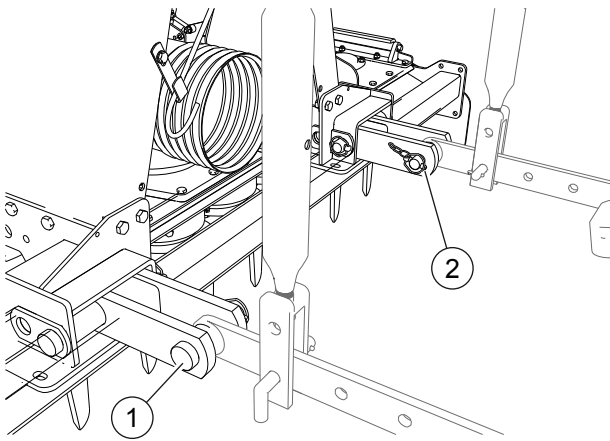
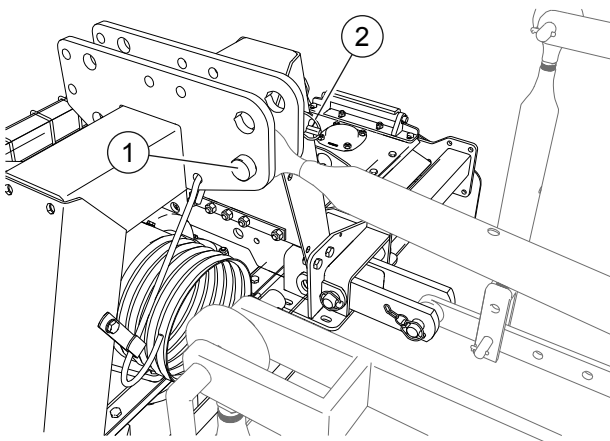

Abb. 22
Abb. 23
- Die Stangen des Hebers zu den unteren Anbaugabeln bringen „Abb. 22“. Die Anbaubolzen (1) einsetzen. Die Anbaubolzen mit den mitgelieferten Klappsplinten (2) sichern „Abb. 23“.
- Die Zugstange des Hebers zum dritten Anbaupunkt bringen („Abb. 23“). Die Zugstange so einstellen, dass die Maschine am Boden positioniert bleibt. Den Anbaubolzen 1 einsetzen. Die Anbaubolzen mit den mitgelieferten Klappsplintn 2 sichern.